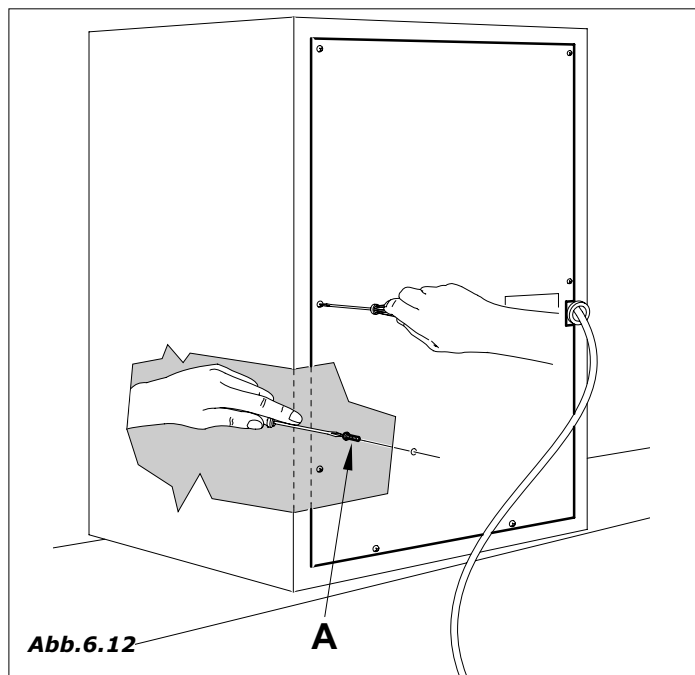

Abb. 6.12
Das Gerät füllt den Wasserkreislauf automatisch. Entfernen Sie die hintere Schutzabdeckung, um an den Boiler (die innen positionierte und von vorne zugängliche Schraube (A) hat ausgeschraubt zu werden) (Abb. 6.12) und Leistungskarte zu gelangen und führen Sie den Schlüssel in den Türschalter ein.